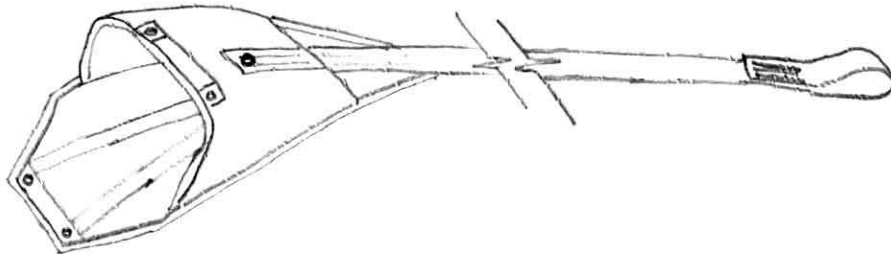

Рис. 12. Камера ПЗ.
2.5.15. Камера ПЗ, предназначенная для укладки купола запасного парашюта (как «Space-336», так и «Space-290») и строп, представляет собой контейнер, закрываемый клапаном. В верхней части камеры (рис. 12) пристрочено звено из широкой ленты длиной 4,5м для соединения с петлями пружинного ВП. Стропы ПЗ укладываются в эластичные соты кармана на боковине камеры, закрываемого текстильной застежкой.